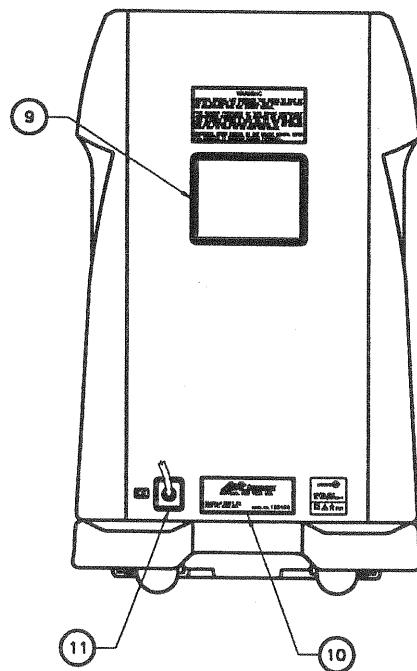

Fig. I.2
I. 2. Apparatens baksida (Fig. I. 2).....	3-SV
I. 2. Apparatens baksida (fig. I. 2)